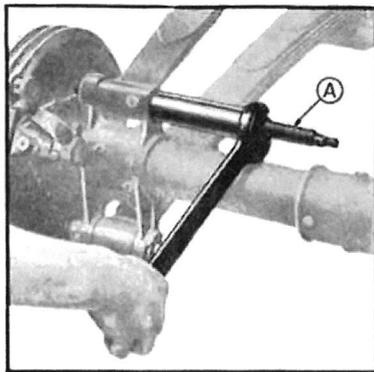

Fig. 202 — Démontage d'un axe de ressort AR.
- 6—Dégoupiller et enlever les 4 écrous des axes de ressorts, puis chasser les axes des supports de frein. (En cas de difficulté de démontage, se servir de l'appareil spécial (fig. 202) qui s'emploie vissé à la place du graisseur ; frapper sur l'extrémité de l'axe en bloquant, après chaque coup, l'écrou contre l'entretoise de l'appareil).